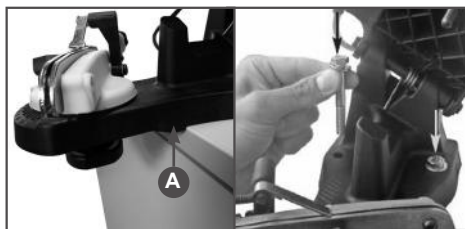

Рис. 5 Установка станка
3. Для правильной установки станка на столе на горизонтальной части рамы предусмотрены специальные ограничители (Рис. 5А). Установите станок на верстак.